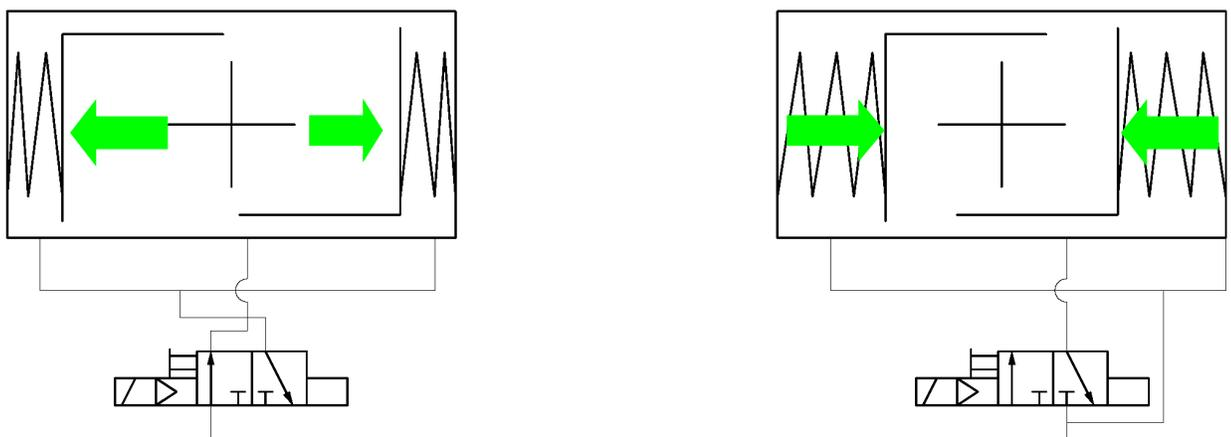

Рис. 2: Схемы соединений для приводов одинарного действия EB SYS
- ▶ приводов одинарного действия с пружинным возвратом EBx.1 SYS – на рис. 2
<p>При стандартном исполнении привода подача управляющего воздуха через левое соединение вызывает включение против часовой стрелки, подача через правое соединение – по часовой стрелке. Приводы с пружинным возвратом должны снабжаться только через справа соединение, см. рис. 2</p>